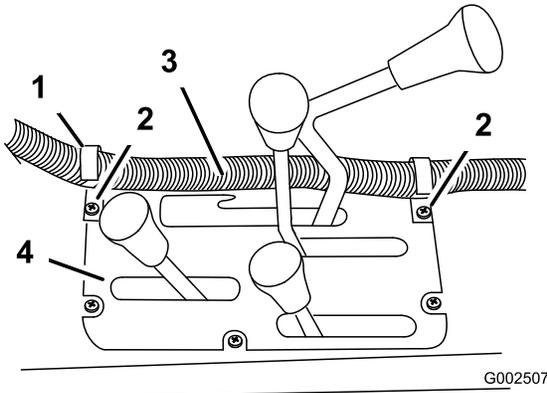

Bild 26
6. Montieren Sie die beiden Hakenclips mit den Schrauben in der Mitte des Armaturenbretts an den in Bild 26 dargestellten Stellen.